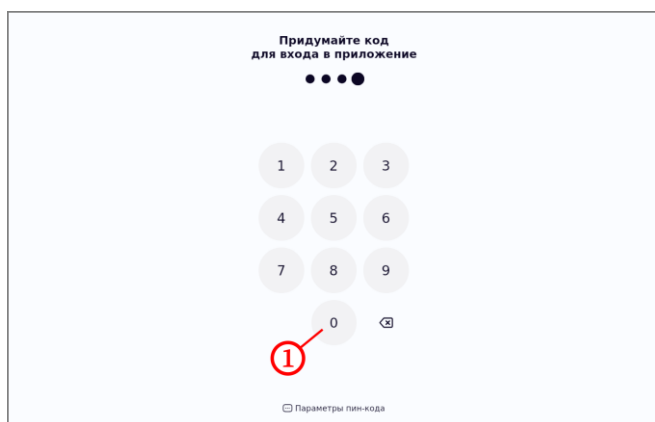

Рисунок 9
- на экране ввода ПИН-кода ввести «0000» (рисунок 9, шаг 1);